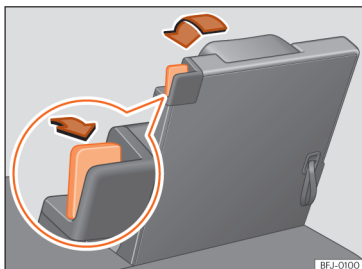

Рис. 197 Третій ряд: складання сидінь.
- Заберіть предмети, розташовані на підлозі попереду й позаду сидіння >>> ①.
- Потягніть блокувальний важіль >>> **рис. 197** до кінця назад. Спинка сидіння розблокується.
- Підніміть спинку, потягнувши за ремінець на спинці сидіння >>> **рис. 197**. АБО: Підніміть спинку сидіння руками з салону.
- Червона позначка на блокувальному важелі >>> **рис. 197** повинна сховатися.
»» **рис. 197** вказує на те, що спинка заднього сидіння не була належним чином зафіксована. Якщо спинка належно зафіксована, позначка не відображається.